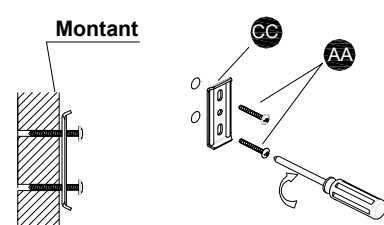

Fig. 3
- Si vous installez l'article sur un montant, fixez le support de fixation **CC** dans le mur à l'aide des vis de montage **AA** (fig. 3).